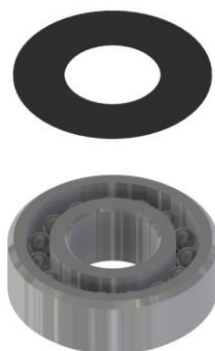

Figura 18:
- a) Retire a blindagem de um dos lados de cada rolamento novo, como mostra a figura 18.